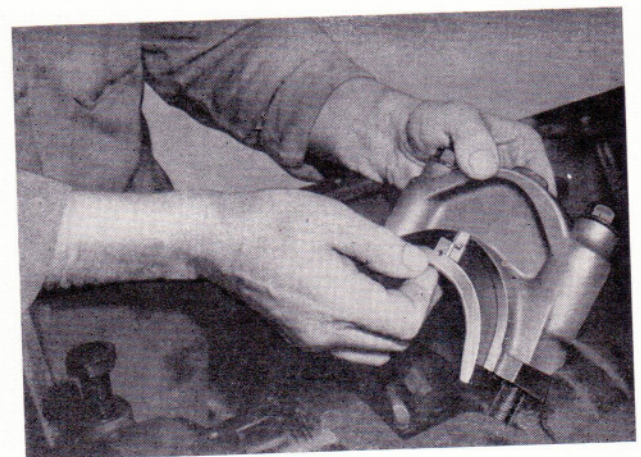

Bild 74
- **Lager 3 ist das Paßlager — Anlaufscheiben einlegen (Bild 74).**